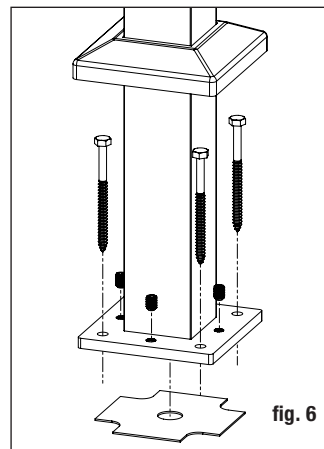

fig. 6
Paso 5 Vuelva a colocar el conjunto del poste con la placa niveladora insertada entre la plataforma y la base del poste, y alinee con los orificios pretaladrados. Inserte los sujetadores de los postes (**NO INCLUIDOS**) y apriételos parcialmente. Con un nivel, ajuste los tornillos de ajuste de nivelación con una llave Allen de 3/16 "hasta que el poste esté a plomo. Apriete completamente los sujetadores de los postes para asegurar la base a la estructura de la plataforma. *Nota: Se recomiendan tirafondos de 5/16 "x 4" o más largos.* (fig. 6)